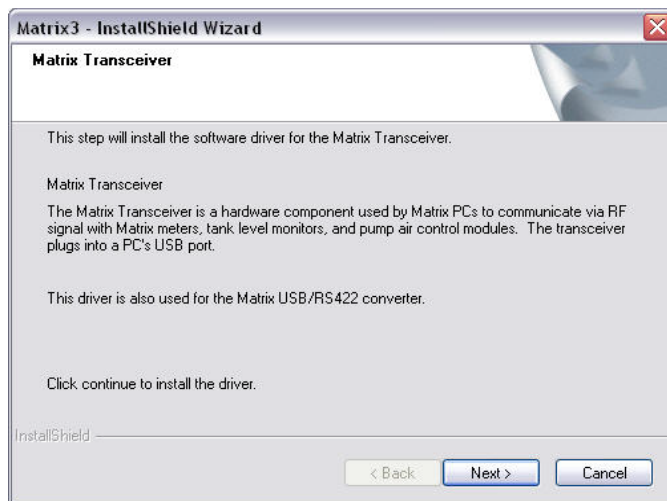

FIG. 20
13. Le système configure la base de données de Matrix. Lorsque l'écran Émetteur-récepteur de Matrix (MatrixTransceiver) indiqué à la FIG. 20 est affiché, cliquez sur NEXT pour lancer l'installation du pilote de l'émetteur-récepteur.